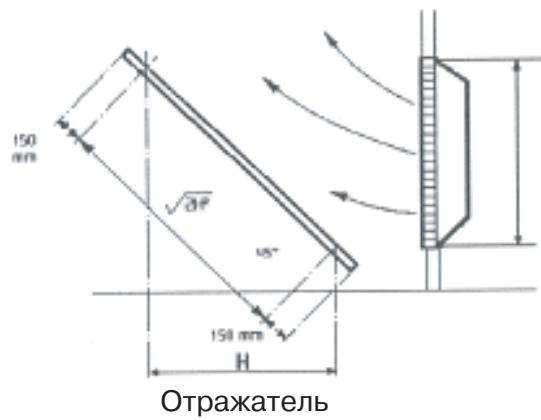

Рис. 9
2. Напротив воздуховыпускного отверстия может быть установлен отражатель в виде пластины, размеры которой на 30-40 % больше отверстия (см. рис. 9).